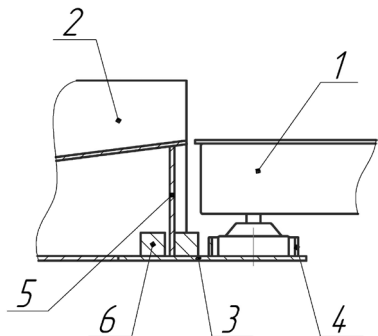

Рис. 2 Схема соединения платформы и пандусов ВСП4-Б
2.2.2.2 Ввернуть опоры в резьбовые отверстия датчиков платформы таким образом, чтобы высота платформы была равна высоте пандусов. Расположить опоры платформы 1 (Рис. 2) в гнездах 4 ограничителей 3, а ребра 5 пандусов 2 поместить в зазоры между упорами 6 ограничителей 3.